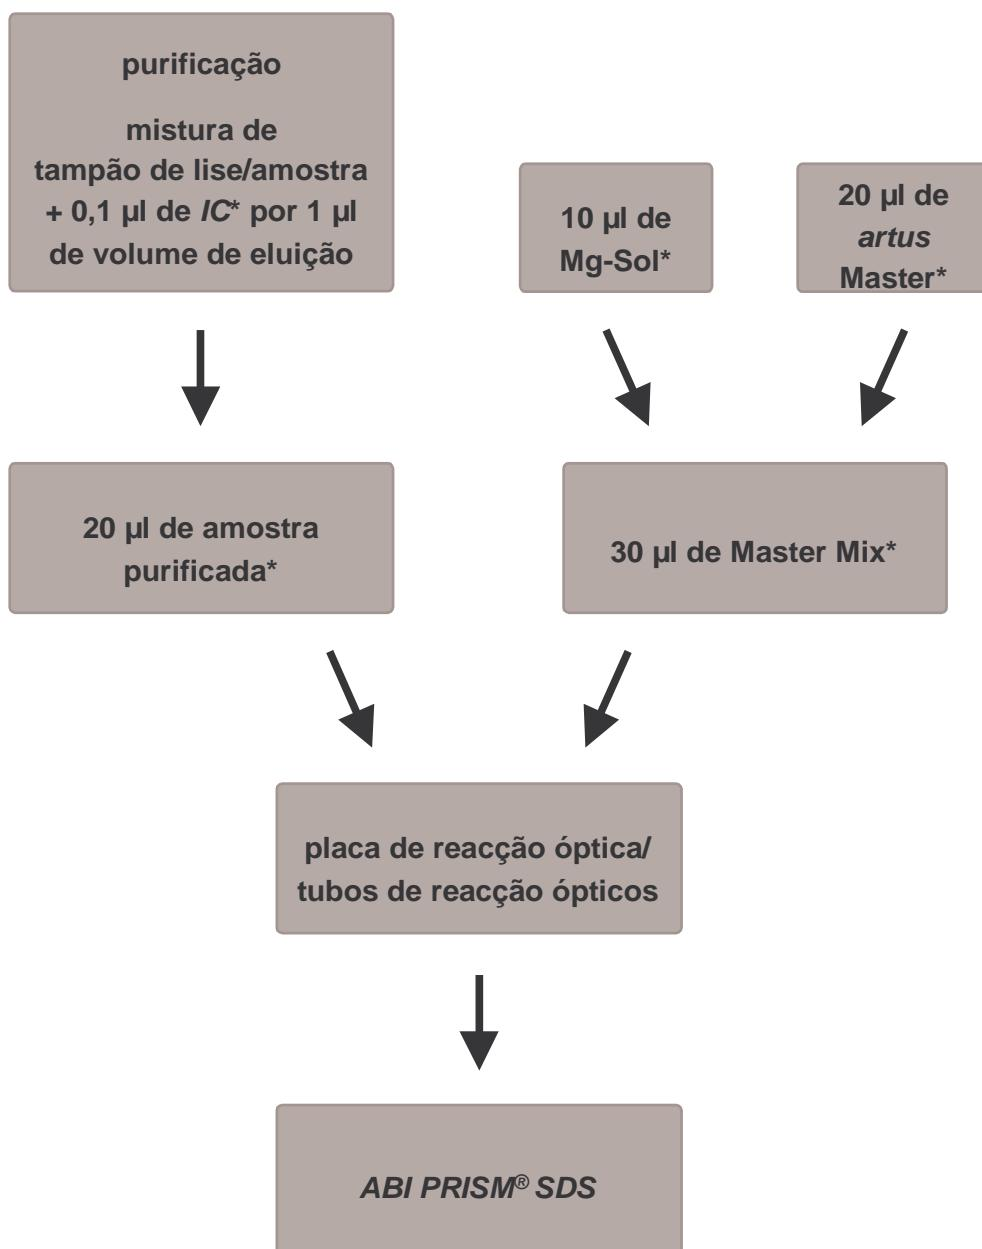

Fig. 1 : Fluxo esquemático da operação para o controlo da purificação e da inibição da PCR.
É fornecido um Controlo interno (HSV TM IC) com o qual se tem a possibilidade de controlar **não só a purificação do ADN como também uma possível inibição da PCR** (ver Fig. 1). Usando o EZ1 DSP Virus Kit para extração, o Controlo interno deve ser adicionado de acordo com as instruções no manual *EZ1 DSP Virus Kit Handbook*. Usando o QIAamp UltraSens VirusKit ou o QIAamp DNA Mini Kit, adicione o Controlo interno numa relação de 0,1 µl por 1 µl do volume de eluição na purificação. Se utilizar, por exemplo, o QIAamp DNA Mini Kit e eluir o ADN em 200 µl de tampão AE, então adicione 20 µl de Controlo interno. Se, p. ex., eluir em 100 µl, então adicione respectivamente 10 µl. A quantidade de Controlo interno acrescentada depende **apenas** do volume de eluição. O Controlo interno e eventualmente o Carrier-ARN (ver capítulo 8.1 Isolamento de ADN) podem ser acrescentados apenas a
8.2 Controlo interno). Neste caso, utilize o seguinte esquema de pipetagem (ver também esquema reproduzido na Fig. 1):